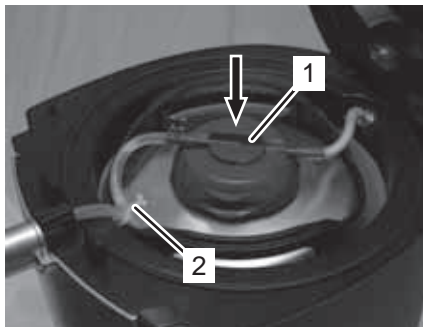

Fig. 36
14. Déplacez les pinces pour tuyaux (Fig. 36/3) sur le tuyau distributeur et sur le raccordement de bière.
15. Fixez le tuyau distributeur à l'aide du garrot (Fig. 36/1).
16. Appuyez sur le bouton tournant (Fig. 36/2) d'un mouvement rapide vers le bas et placez-le sur la fonction « Open ».